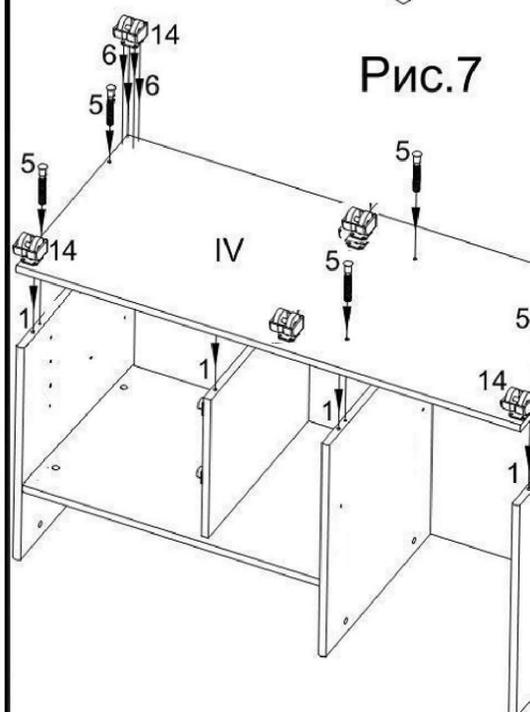

Рис.5
Вставить в полку среднюю (VI) стяжки-эксцентрики (2) крестовым пазом вверх и стрелкой в направлении отверстий на торцах, забить шканты (1) (см.рис.5). Вставить в боковину левую (II) стяжки-эксцентрики (2) крестовым пазом вверх и стрелкой в направлении отверстий на торцах, забить шканты (1) и ввернуть дюбеля стяжек-эксцентриков (4), см.рис.5.
Соединить боковину левую (II) и полку среднюю (VI) как показано на рис.5, затянуть отверткой стяжки-эксцентрики (3), поворачивая по часовой стрелке. Повторить операцию, перисоединив как показано на рис.5 боковину среднюю (V) и полку среднюю (VI).